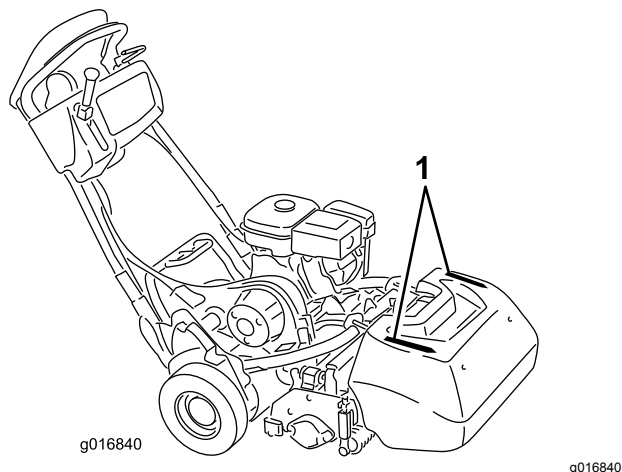

图31
- 为帮助剪草机保持在果岭上的直线操作且和上一道剪草边缘的距离保持均衡应使用集草斗上的对准条图31。